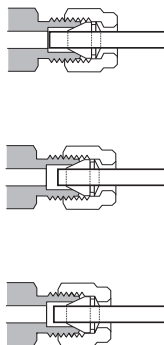

Figura 14 Conexão concluída
- 10** As conexões Swagelok correta e incorretamente acopladas são mostradas na Figura 14. Observe que a extremidade da tubulação em uma conexão corretamente acoplada não é esmagada e não interfere com a ação das anilhas.